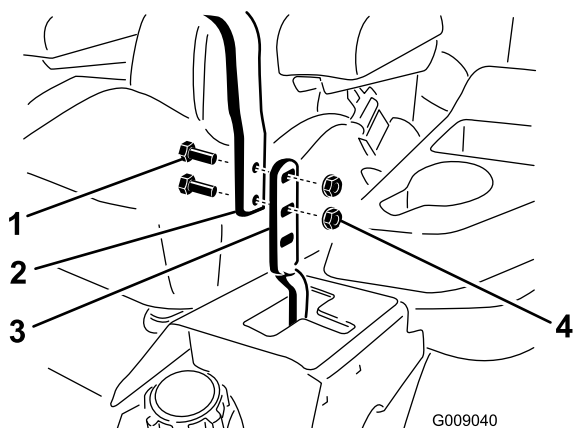

Figure 62
3. Desserrez les boulons et les écrous à embase situés dans les leviers (Figure 62).